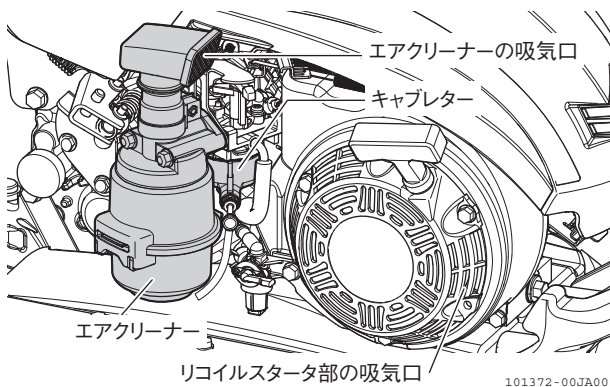

図 4-2 お手入れのしかた
- 水洗いするときは、エアクリーナーの吸気口やキャブレターに高圧の水が直接かからないようにしてください。(図 4-2)
- リコイルスタータ部の吸気口に付いたゴミは、きれいに掃除してください。(図 4-2)
- リコイルスタータ部の吸気口は、エンジンの冷却風を吸い込むところです。きれいに掃除しないと、エンジンの過熱や出力低下の原因になります。(図 4-2)